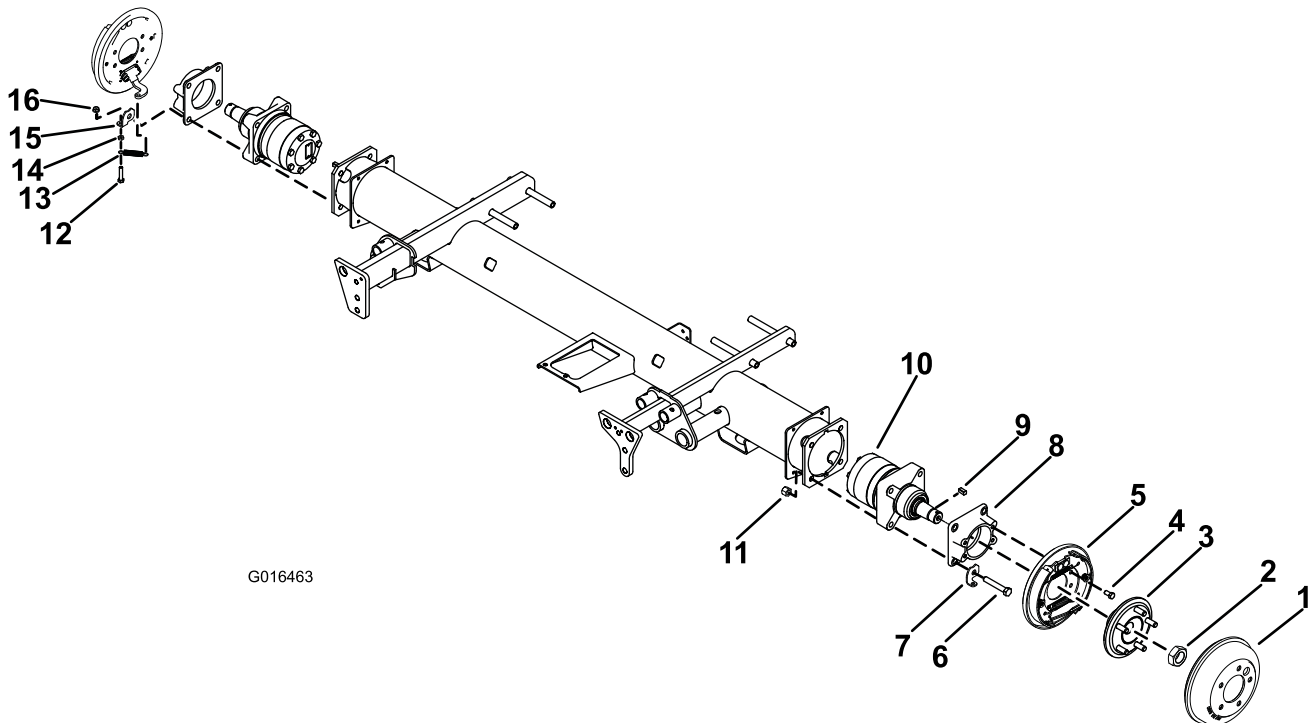

Figura 1
3. Posicione o motor da roda na estrutura. Monte o clipe da mola, adaptador de travão e motor da roda na estrutura com (4) parafusos de 1/2 x 3 pol.
4. Instale e aperte as (4) porcas de bloqueio de 1/2 pol. nos parafusos para prender o motor, adaptador de travão e clipe de mola na estrutura. Aperte os parafusos com uma força de 91 a 113 Nm. Certifique-se de que o clipe de mola está posicionado como indicado na imagem Figura 1.
5. Monte o conjunto do travão no adaptador de travão com (4) parafusos 3/8 x 3/4 pol. Aperte os parafusos com uma força de 37 a 45 Nm.